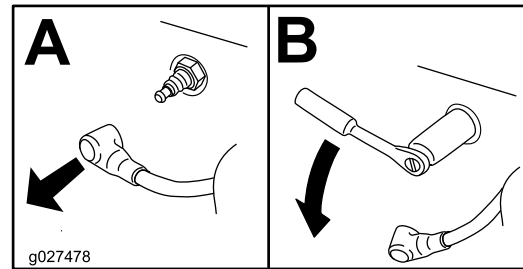

Figura 50
4. Rimuovete la candela (Figura 50).